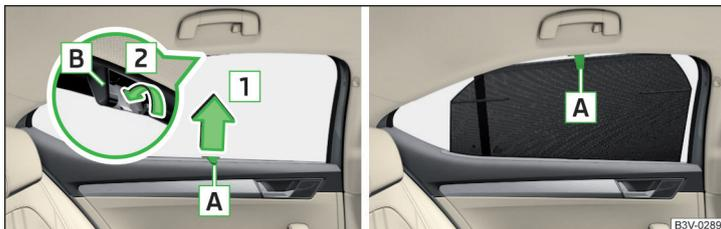

Abb. 80 Sonnenschutzrollo in der hinteren Tür
- Zum **Abblenden** das Rollo am Griff **A** in Pfeilrichtung **1** herausziehen und in den Halter **B** an der Türoberkante in Pfeilrichtung **2** einhängen » Abb. 80.